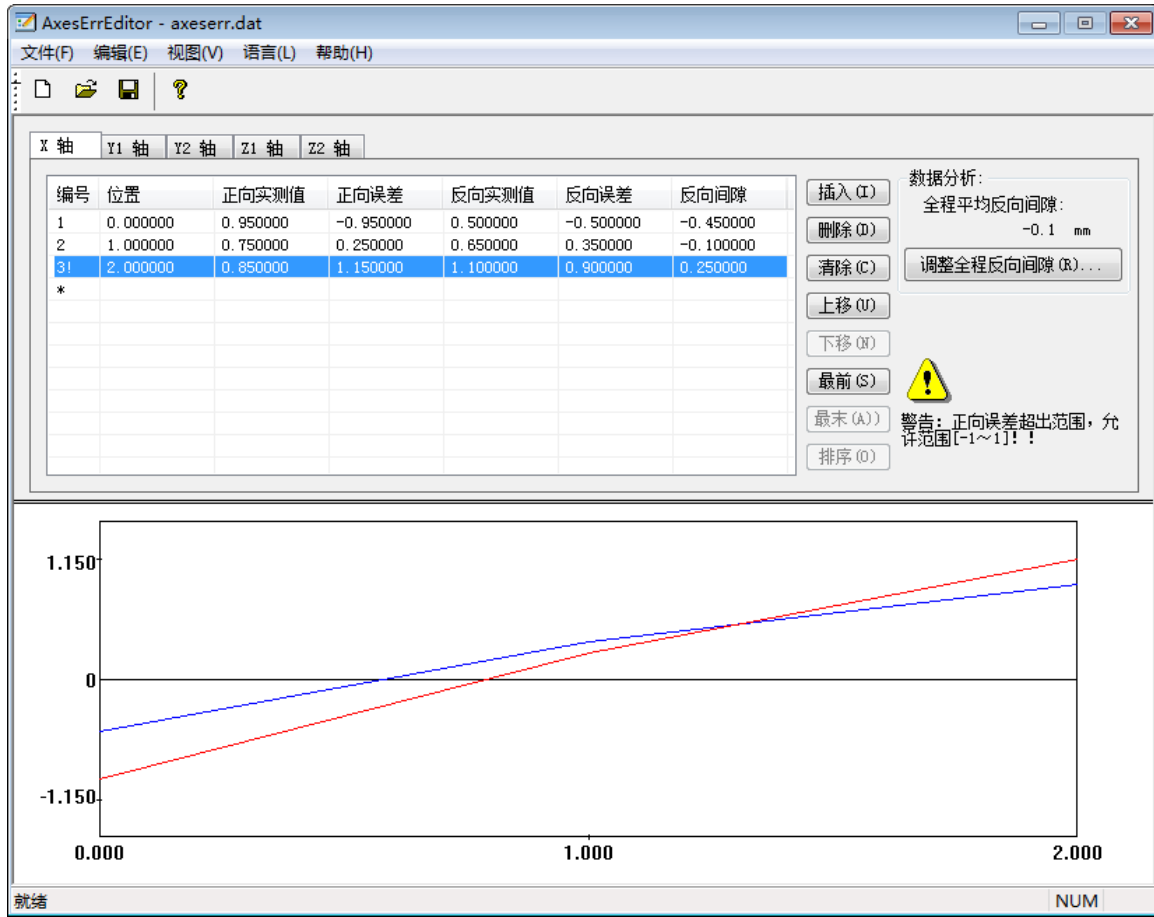

图 4-22 轴误差补偿编辑器
1. 点击“机床”菜单下的“轴误差补偿”，弹出如图 4-22 所示误差编辑器；